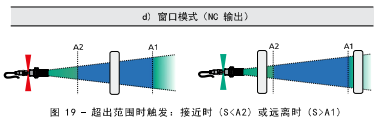

图 19 - 超出范围时触发：接近时 (S < A2) 或远离时 (S > A1)
- 当物体位于配置范围内的一定距离（S）时，输出信号发生切换。工作原理如图 19 所示。当物体不在或超出设定范围时，输出关闭，操作时需要设置用户范围：A1 > A2。